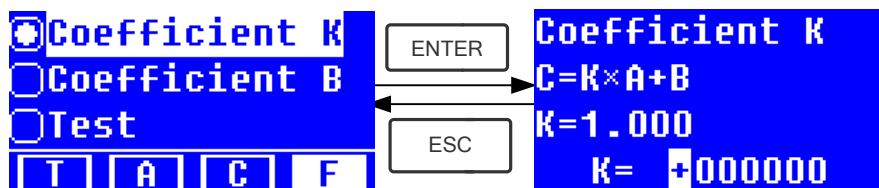

Fig. 4-18
- ★ Use as teclas de seta para mover cursor até "**Coefficient K**" e pressione  para entrar na interface de configuração **K**. (Fig. 4-18); insira cada parte de K com as teclas de seta e pressione  para confirmar. Quando a última parte estiver terminada, o sistema retornará à Interface anterior automaticamente.